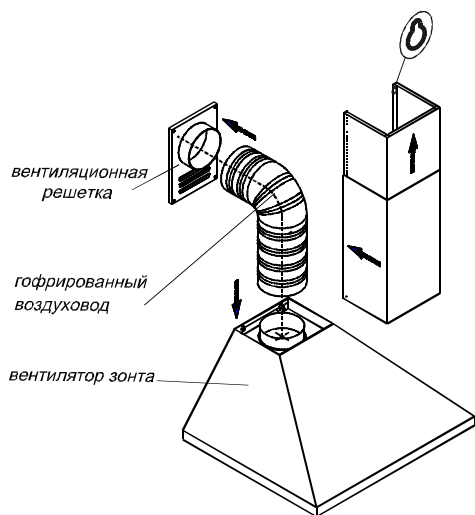
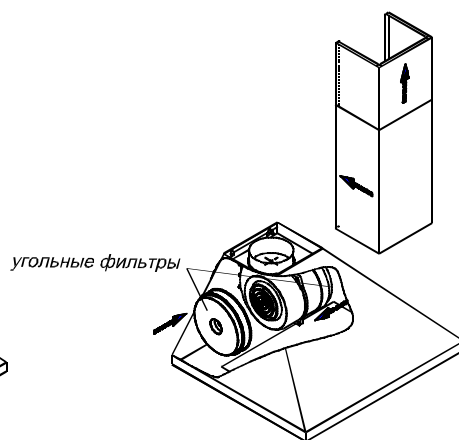

РИС. 5
РИС. 6
6.3. В зависимости от режима эксплуатации зонта соедините вентилятор с вентиляционной решеткой полужестким гофрированным воздуховодом (рис. 5) или установите на вентилятор угольные фильтры (рис. 6).
6.4. Установите фальштрубы (рис. 5, 6) выдвиньте верхнюю фальштрубу и навесьте ее на ввернутые шурупы через отверстия типа "замочная скважина".